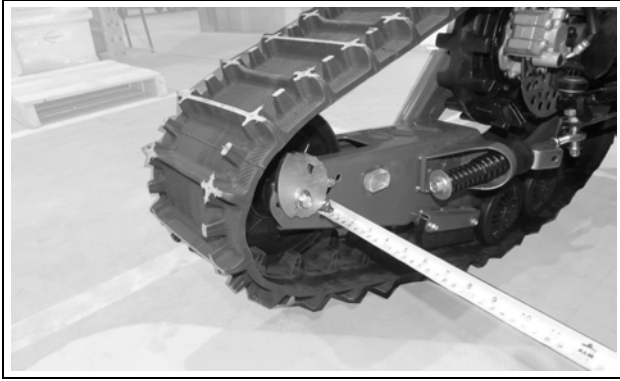

Figure 19
**Mesure A** : Mesurer la distance entre la surface intérieure avant des châssis des systèmes de traction avant. Voir les figures 19, 20 et 21.